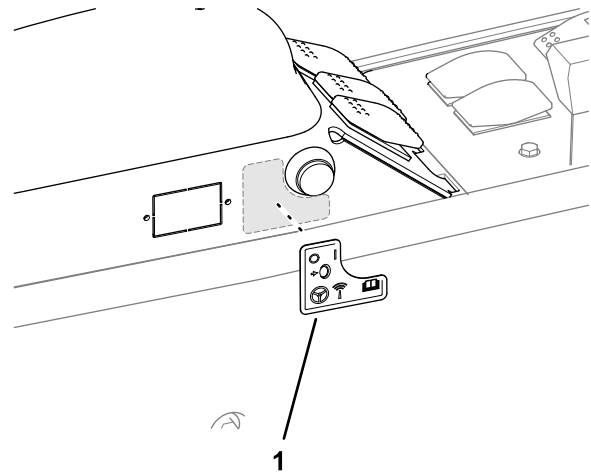

Figura 103
6. Coloque la pegatina de activación remota de AutoSteer en el panel del brazo como se muestra en la Figura 103.